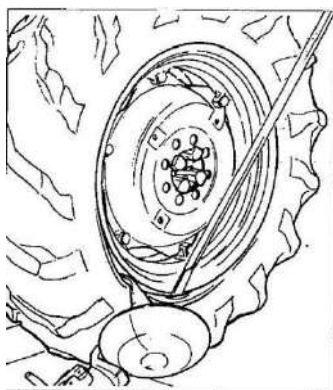

Рисунок 24
- 5) Вставьте монтажку (см. Рисунок 24) между ободом и бортом справа от инструмента.